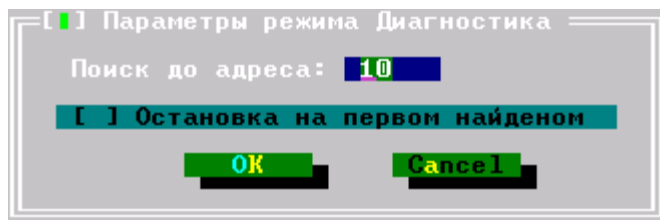

Рис.14 Диалоговое окно Параметры режима Диагностики
6.3.8 Для изменения параметров данного режима нажмите сочетание клавиш <Alt>+<F5> (рис. 14).